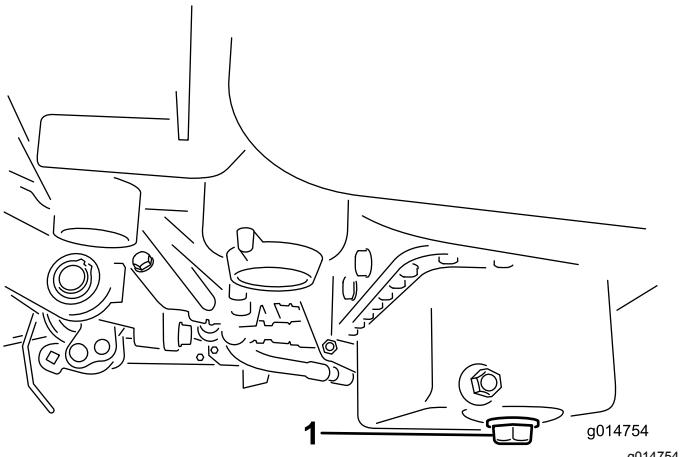

Bild 45
1. Entfernen Sie die Ablassschraube und lassen das Öl in eine Auffangwanne ab. Schrauben Sie die Ablassschraube wieder ein, nachdem das Öl abgelaufen ist (Bild 45).